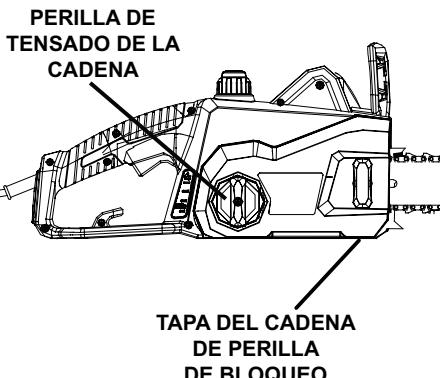

Fig. 23
CÓMO REEMPLAZAR LA BARRA GUÍA Y LA CADENA (Fig. 23 - 28.)
- Gire izquierdo la tapa del cadena de perilla de bloqueo y retire perilla y casquillo. (Fig.23)